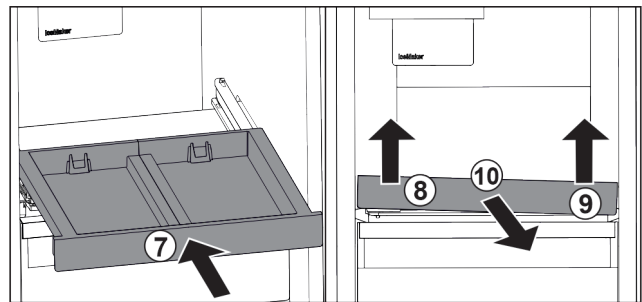

Fig. 86
- ▶ Rentrer le compartiment coulissant. Fig. 86 (7)
- ▶ Soulever le compartiment coulissant au niveau de la partie avant gauche. Fig. 86 (8)
- ▶ Soulever le compartiment coulissant au niveau de la partie avant droite. Fig. 86 (9)
- ▶ Retirer le compartiment coulissant par l'avant. Fig. 86 (10)